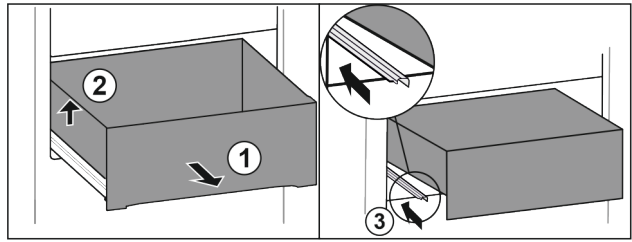

Fig. 159
- Витягніть висувний ящик до упору. Fig. 159 (1)
- Підняти висувний ящик ліворуч. Fig. 159 (2)
- Вставити ліву рейку. Fig. 159 (3)